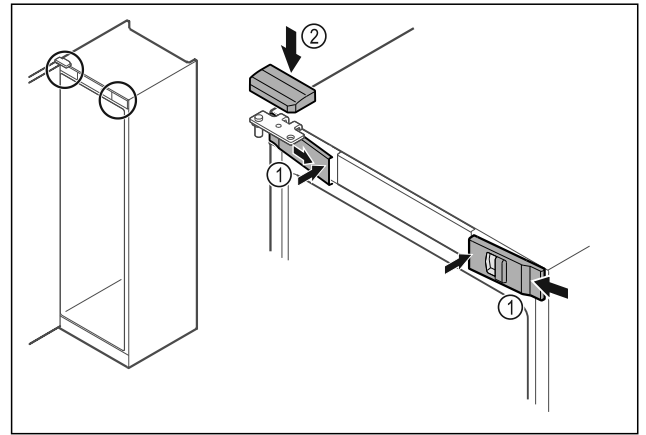

Fig. 42
- Vordere Abdeckungen Fig. 42 (1) seitlich einhaken und innen aufrasten.
- Obere Abdeckung Fig. 42 (2) von oben aufrasten.